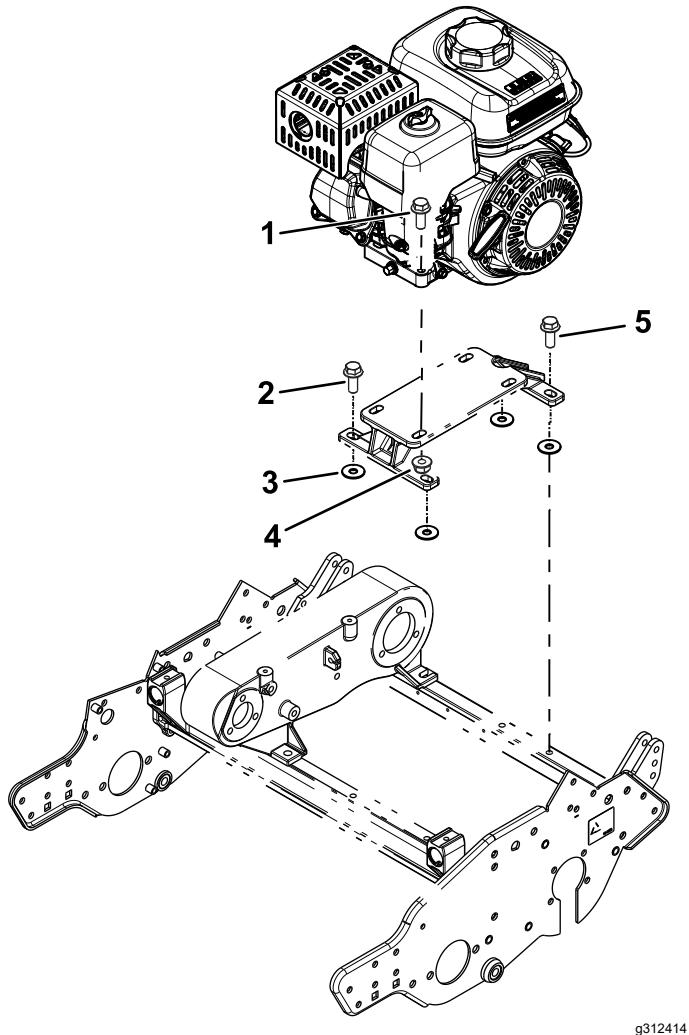
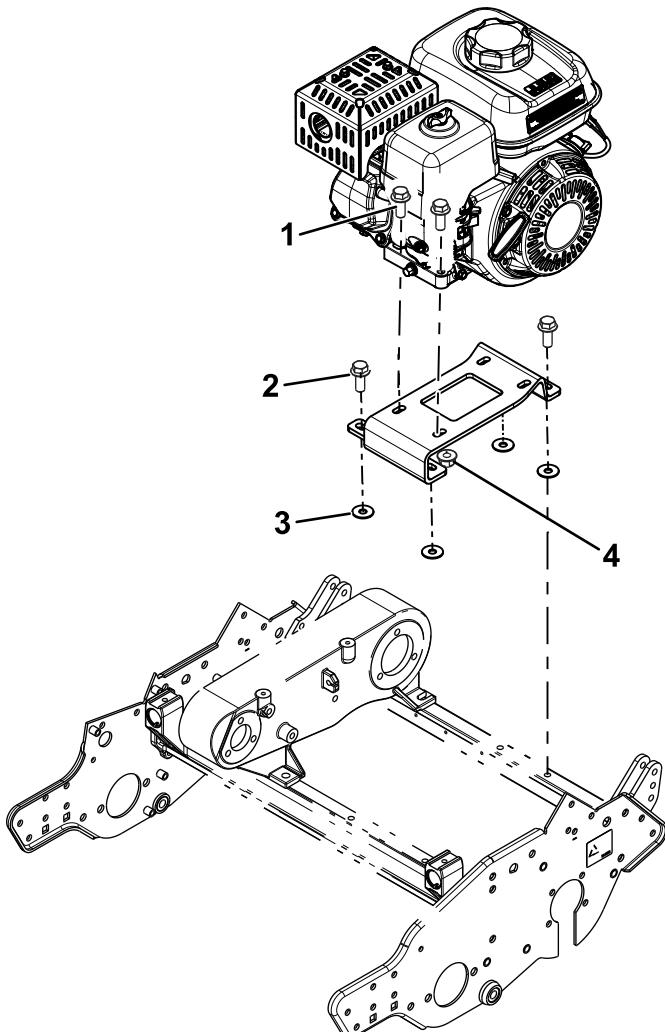

图 4
图 5
3. 对于型号年份为 2012 到 2014 的机器而言如图 4 所示用之前卸下的螺栓和 4 个垫圈 $3/8 \times 1-1/8$ 英寸将之前拆下的发动机安装支架安装到机器上。
松松地安装左后发动机螺栓如图 4 所示。
4. 对于型号年份为 2008 到 2011 的机器而言如图 5 所示用之前卸下的螺栓和 4 个垫圈 $3/8 \times 1-1/8$ 英寸将本套件随附的发动机安装支架安装到机器上。
松松地安装左前发动机螺栓如图 5 所示。
5. 使用之前卸下的螺栓和螺母图 4 和图 5 将发动机安装到发动机安装支架上。
15. 对于型号年份为 2012 到 2014 的机器而言从发动机基座卸下左后螺栓图 4 然后用该螺栓将 R 形夹和油门拉索固定到发动机基座。
16. 对于型号年份为 2008 到 2011 的机器而言从发动机基座卸下左前螺栓图 5 然后用该螺栓将 R 形夹和油门拉索固定到发动机基座。
18. 拧紧所有的发动机安装螺栓和发动机安装支架螺栓图 4。